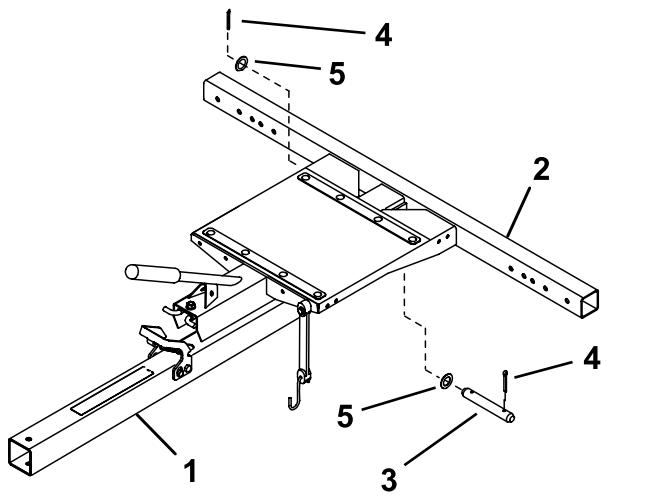

图 1
1. 对准后安装孔、将牵引杆总成插入机架总成 (图 1)。
2. 使用 1 个柱销、2 个垫圈和 2 个开口销将牵引杆总成固定入机架总成 图 1。